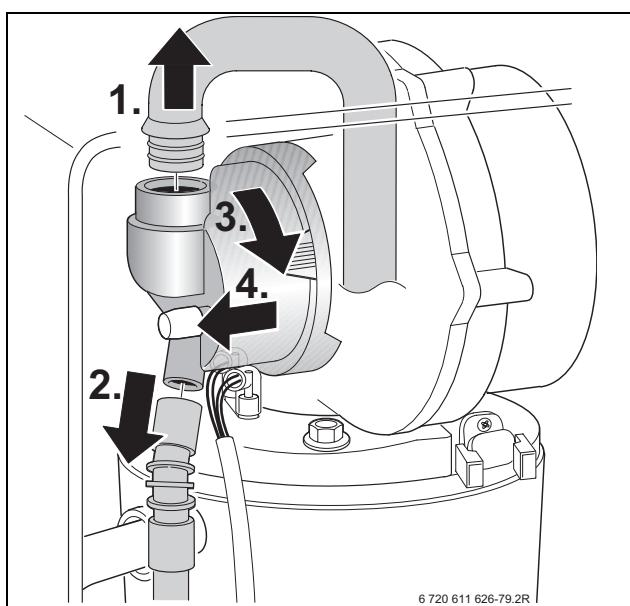

Fig. 47
- ▶ Démonter le tube d'admission d'air et retirer le tuyau à gaz du dispositif de mélange, →figure 47.
- Démonter le mélangeur (1) comme indiqué sur la figure 47.
- Vérifier que la membrane (2) ne présente ni encrassement ni fissures.